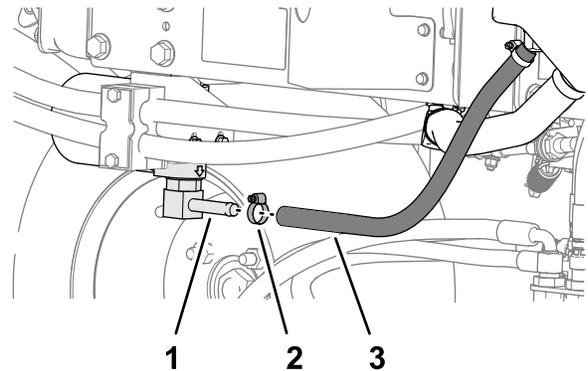
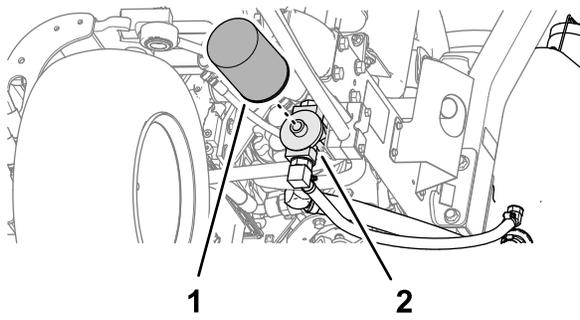

Figure 85
Figure 86
2. Débranchez le flexible hydraulique (Figure 85) ou déposez le filtre hydraulique (Figure 86) et faites couler le liquide hydraulique dans un bac de vidange.